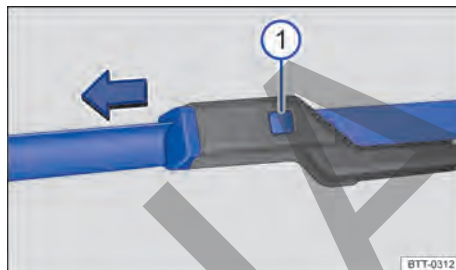

Fig. 145 Sustituir las escobillas de los limpiaparabrisas.
- Mantener la tecla de desbloqueo → fig. 145 ① presionada y, al mismo tiempo, retirar la escobilla del limpiaparabrisas en el sentido de la flecha.